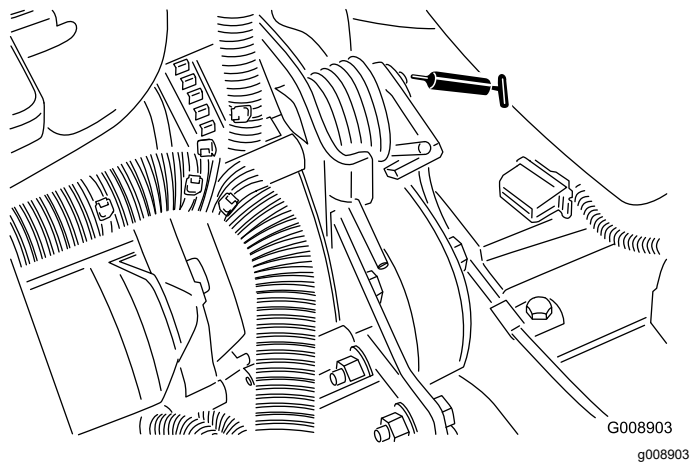

Figura 40
- Perno del tendicinghia (Figura 40)